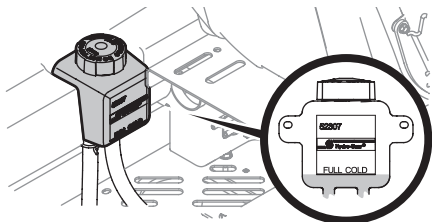

Figura 47
1. Gire el asiento del operador hacia adelante y limpie el tapón del depósito y el área que lo rodea para evitar que el aceite de transmisión se contamine con residuos (Figura 47).
2. Gire el tapón del depósito en sentido contrario al de las agujas del reloj para retirarlo, luego controle el nivel de aceite del depósito. El aceite debe ser visible en la base de la cubeta, pero el nivel del mismo NO debe estar por encima de la línea de "LLENO FRÍO" (Figura 47). NO LLENE EL DEPÓSITO.